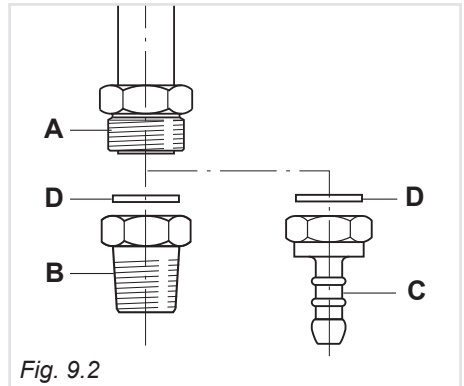

Fig. 9.2
Le groupe raccordement (fig. 9.2) se compose de :
**Avant le branchement enlever le raccord conique “B” (fig. 9.2), s’il est montée.**